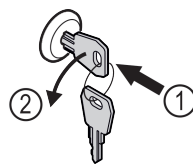

Fig. 171
- ▶ Schlüssel hineindrücken. Fig. 171 (1)
- ▶ Schlüssel um 90° gegen den Uhrzeigersinn drehen. Fig. 171 (2)